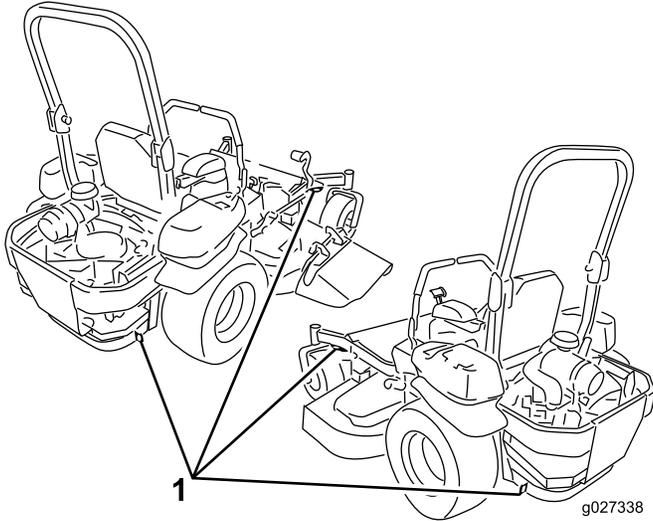

Figura 39
5. Utilice los puntos de amarre metálicos de la máquina para sujetar la máquina firmemente al remolque o al camión con correas, cadenas, cables o cuerdas (Figura 39).